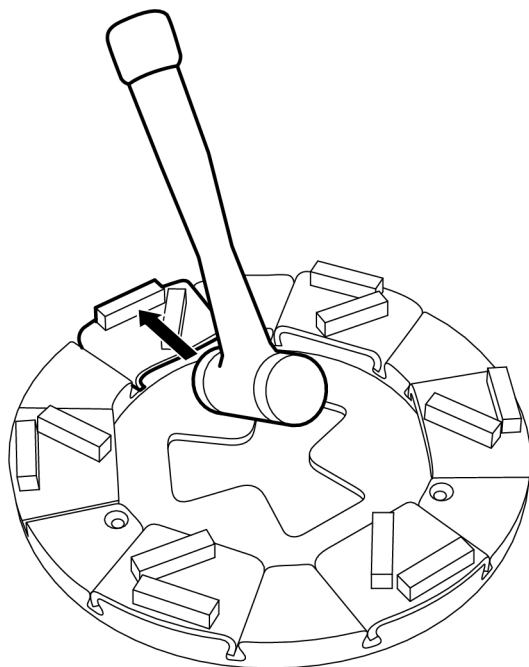

Bild 4-12. Låsning av slipverktyg
2. Lås slipverktyget i verktygshållaren genom att slå några lätta slag med en gummihammare, se Bild 4-12, sidan 22.
3. Lås slipverktyget i verktygshållaren genom att slå några lätta slag med en gummihammare, se Bild 4-12, sidan 22.